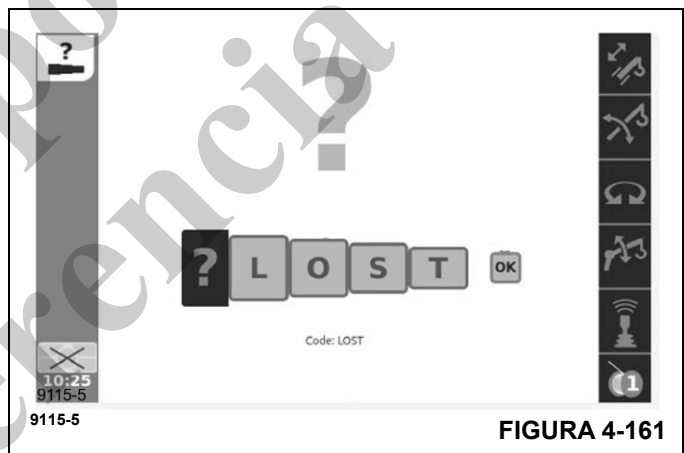
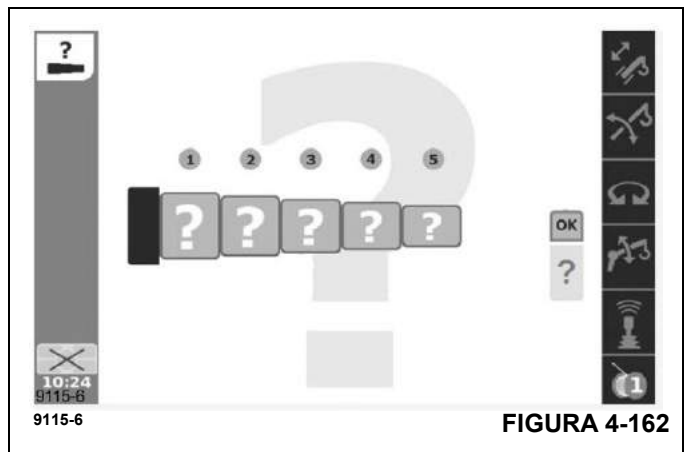

FIGURA 4-161
FIGURA 4-162
- Aparece la pantalla de solicitud de restauración telescópica como se muestra en la (Figura 4-161). Esta pantalla es para introducir un código de confirmación. El código de confirmación es L-O-S-T. Cuando se introducen estas letras en la pantalla, se puede usar el botón Intro sobre la opción OK que se muestra en la pantalla. Si este es el código correcto, aparece la pantalla de restauración telescópica como se muestra en la (Figura 4-162).
- En la pantalla de restauración de telescopización, como se muestra en la (Figura 4-162), el operador puede indicar la configuración de pluma actual (“estado de telescopización real”). Se ven 5 cuadros disponibles (para las 5 secciones de pluma telescópicas). Cada uno de estos cuadros puede usarse para cambiar a uno de los siguientes valores:
- Cuando cada uno de los cuadros se haya ajustado con el valor o indicación correcto, puede usarse un botón Intro en la opción OK de la pantalla. Si el sistema de control confirma esta configuración de pluma, aparece un signo de verificación bajo la opción OK. De lo contrario, permanece el signo de interrogación bajo OK (como en la Figura 4-162); en este caso, el operador debe salir de la pantalla y repetir el intento de ingresar la configuración real de la pluma.